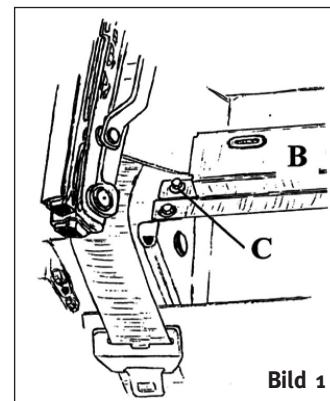

Bild 1
- 2) Entfernen Sie die 3 Schrauben (X) **holding the hood roll cover attachments on top of the "T" bar.**
- 3) Unter den T-Verbinder befinden sich 6 Plastik-Clips, die den Verbinder halten (A). Lösen Sie die Clips, indem Sie den T-Verbinder vorsichtig nach oben und nach vorne ziehen. Heben Sie nun das Verdeckgestänge langsam an und der T-Verbinder wird sich lockern. Lassen Sie ihn an der Rückseite der Sitze hängen. Nun sehen Sie eine quer verlaufende Metallleiste (B) wie in **Bild 1**. An den Enden der Metallleiste sehen sie je 2 8 mm Bolzen, die die Leiste an der Karosserie halten. Lösen Sie die beiden hinteren Bolzen (C).